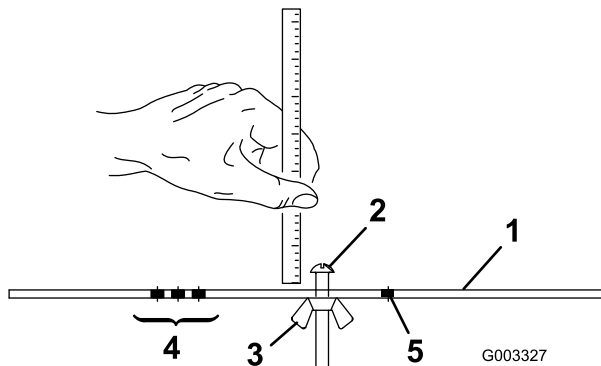

Figura 15
2. Afloje la tuerca de la barra de ajuste (Figura 15) y ajuste el tornillo para la altura de corte deseada. La distancia entre la parte inferior de la cabeza del tornillo y la cara de la barra es la altura de corte.